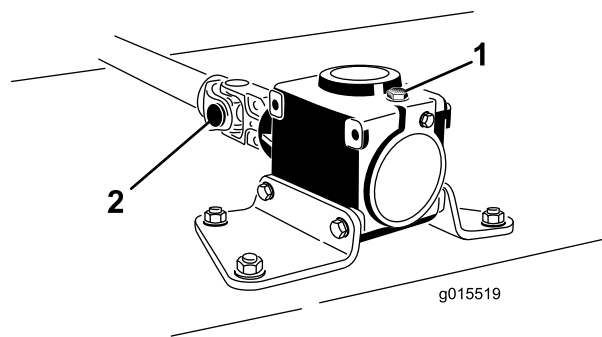

Figura 3
- Retire o pino de segurança da culatra da extremidade e eixo da transmissão (Figura 3). Guarde o pino de segurança para futura utilização.
- Desaperte os 2 parafusos e porcas de bloqueio (Figura 3).